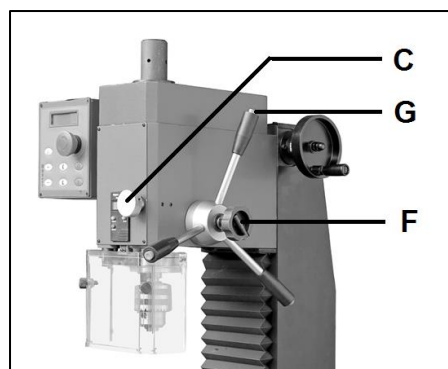

Figure 8-2 : Engagement de la roue à main d'avance précise
Pour activer la roue à main d'avance précise (C, Figure 8-2), serrez le bouton d'engagement (F).
Pour inverser les sens de la broche, appuyez sur les boutons de commande de taraudage sur les poignées à déplacement vertical vers le bas (G, Fig 8-2).